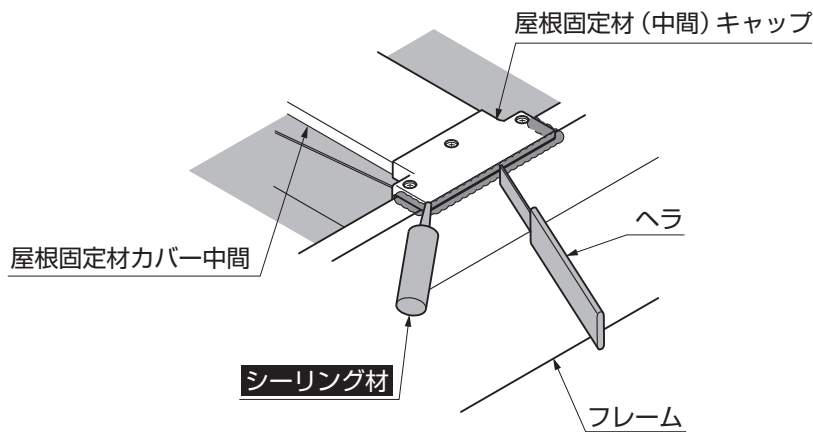

図10-5 C部詳細図
- ③ C部屋根固定材(中間)キャップ、フレームの接合部へシーリング処理してください。(図10-5参照)